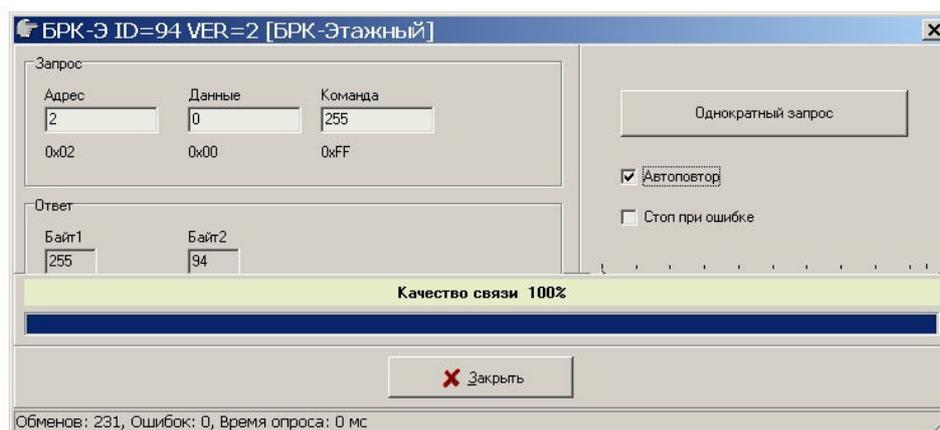

Рисунок 17
5) Выбрать в таблице требуемый БРК-Э и проверить качество связи с БРК-Э, выполнив команду «Ручной», команда 255, режим «Автоповтор» (рисунок 17). Качество связи должно быть 100%, количество ошибок в строке «Ошибок» должно быть 0 при количестве запросов «Обменов» не менее 1000. При необходимости подобрать порог интерфейса СОС-95 для достижения качества связи 100%.